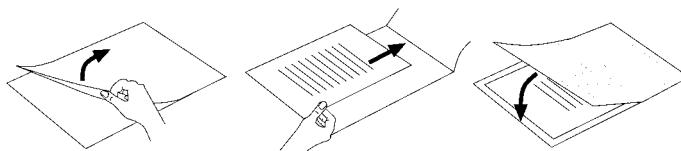

Fig. 2
- Vær opmærksom på, at du udelukkende anvender en folie til laminering. Klap den op på forhånd som f.eks. vist på fig. 2.